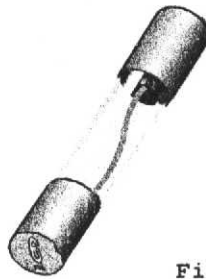

Fig.16
Dispositivo de proteção do circuito elétrico. Constituído por um material que se funde, interrompendo a corrente que o percorre quando a mesma ultrapassa a amperagem especificada, Fig.16.
- 6 ► FUSÍVEL - consulte "Características da Autoclave", Fig.16.